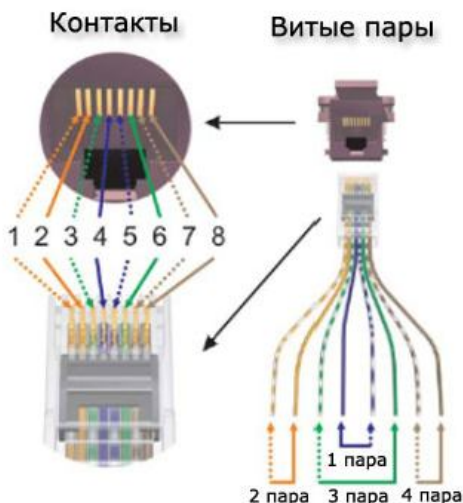

Рисунок 3 - Разводка проводов на разъем RJ-45
5.4 Подключить к разъему канала ТЧ, расположенному на лицевой панели карты с номером 1, кабель с помощью разъема RJ-45 (см. Рисунок 3).